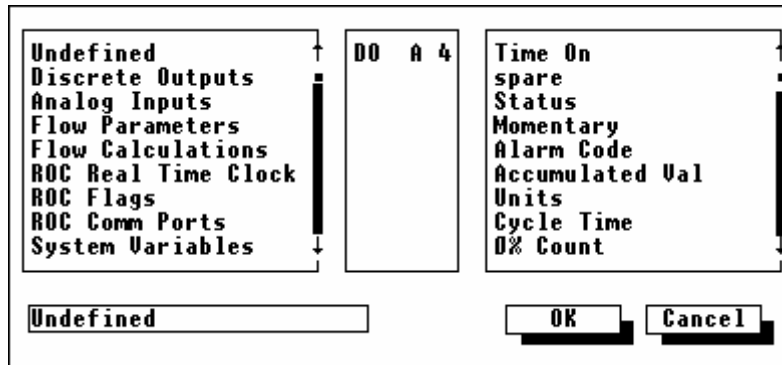

Figura 5-28. Definição do Ponto
**Point Definition (Definição do Ponto)** — Aperte os botões **Point Definition** para definir os parâmetros do ponto que você deseja visualizar no display do LCD. “Undefined” indica que nenhum parâmetro foi especificado. Observe a Figura 5-28.